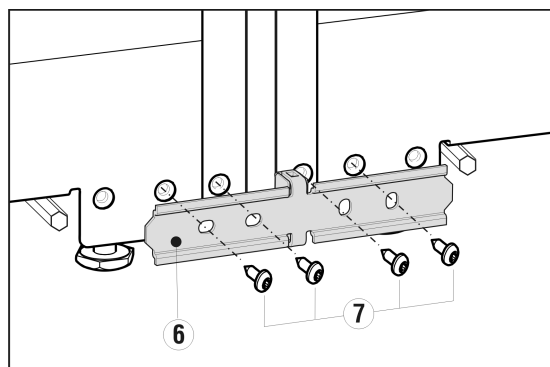

Fig. 4
- ▶ Сведите устройства вместе или повторно выровняйте их и при помощи винтов Fig. 4 (7) из комплекта прочно прикрутите крепежный уголок Fig. 4 (6).